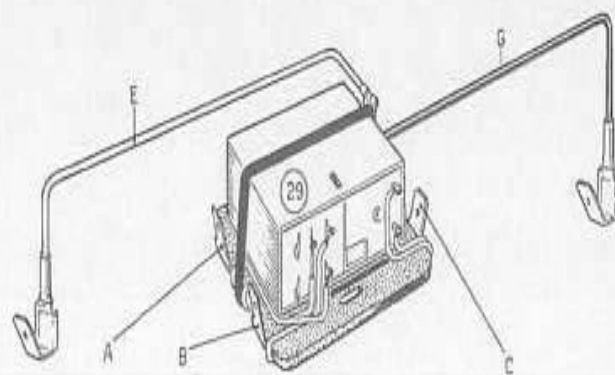

Fig. 119
- collegare i due faston dei due fili Verdi, distaccati in precedenza, ai due morsetti A e B del nuovo relais 29 (vedi fig. 119).
- connect the two lucars of the two Green wires previously detached, to A and B terminals of the relay 29 (see fig. 119).